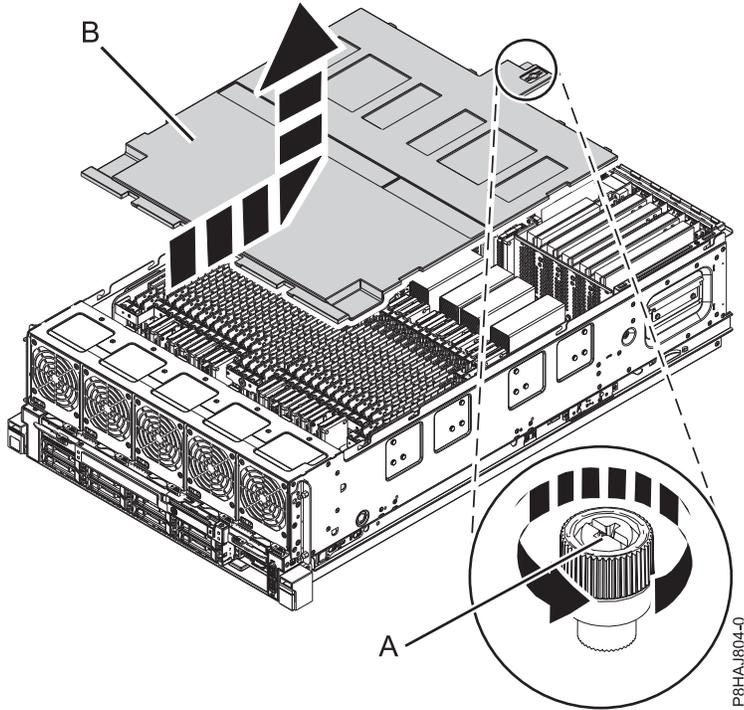

Figura 40. Extracción de la cubierta de seguridad
2. Afloje el tornillo de mano (A) situado en la parte posterior de la cubierta, girándolo en la dirección que se muestra en la Figura 40 en la página 82.
3. Deslice la cubierta de seguridad (B) hacia la parte posterior del sistema. Cuando la parte frontal de la cubierta se haya separado del reborde superior del chasis, levante la cubierta hacia arriba y fuera del sistema.